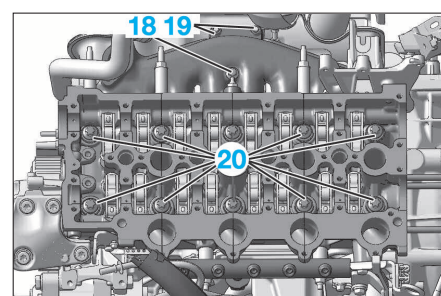

FIG. 64
- le protecteur de filtre à gazole (14)
- le filtre à gazole (15)
- le support de filtre à gazole (16).
- Reposer la vis (17).
- Serrer la vis (17) à 1 daN.m
- la vis (18) (Fig.64)
- les écrous (19).